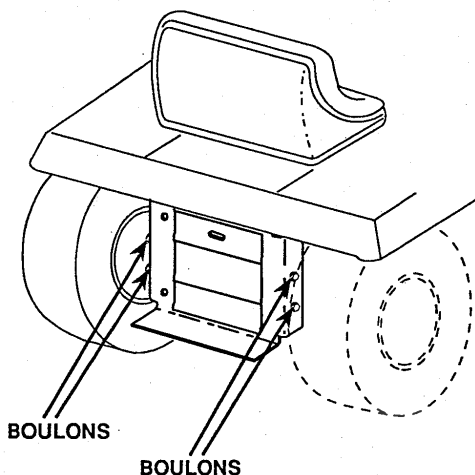

FIGURE 1
1. Retirez les quatre (4) boulons de 3/8 po. en utilisant une clé de 9/16 po. (Fig. 1). Ne jetez pas la quincaillerie.